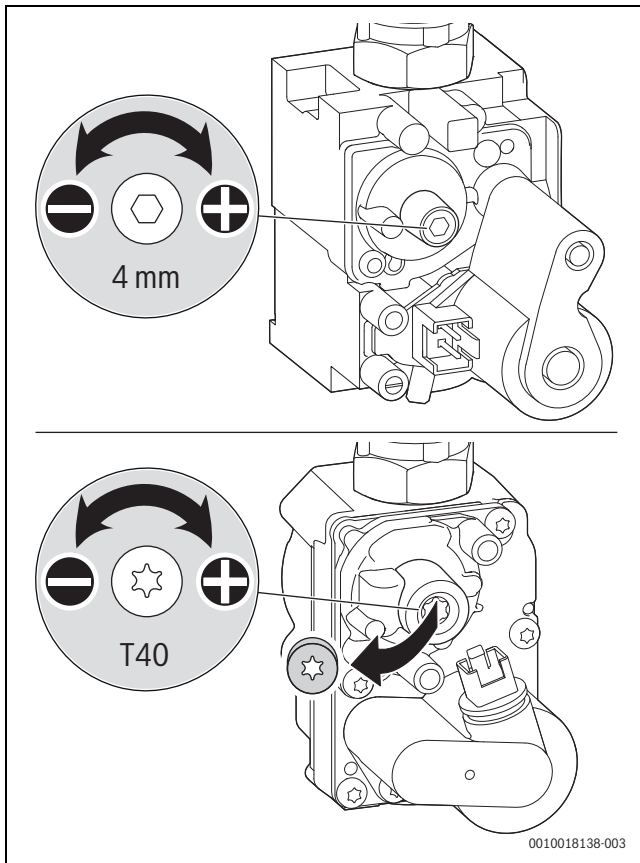

Bild 69 CO₂- oder O₂-Gehalt einstellen
- ▶ Plombe an der Einstellschraube der Gasarmatur entfernen (nur bei der unteren Gasarmatur in Bild 69) und CO₂- oder O₂-Gehalt für minimale Nennwärmeleistung einstellen.